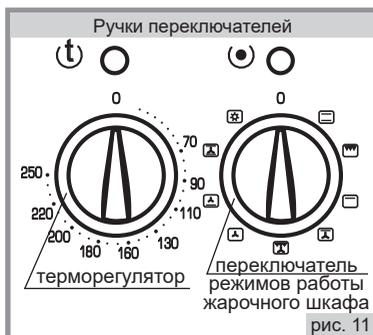

рис. 11
- Установка рабочей температуры в жарочном шкафу обеспечивается терморегулятором, который задает необходимую температуру (рис.11). Значения температур указаны на панели управления и являются ориентиrowочными, могут колебаться в пределах $\pm 15^{\circ}\text{C}$.
■ Для включения нагревательных элементов необходимо повернуть по часовой стрелке ручку терморегулятора (рис. 11) и установить выбранный температурный режим. При этом над ручкой загорается желтая сигнальная лампочка.